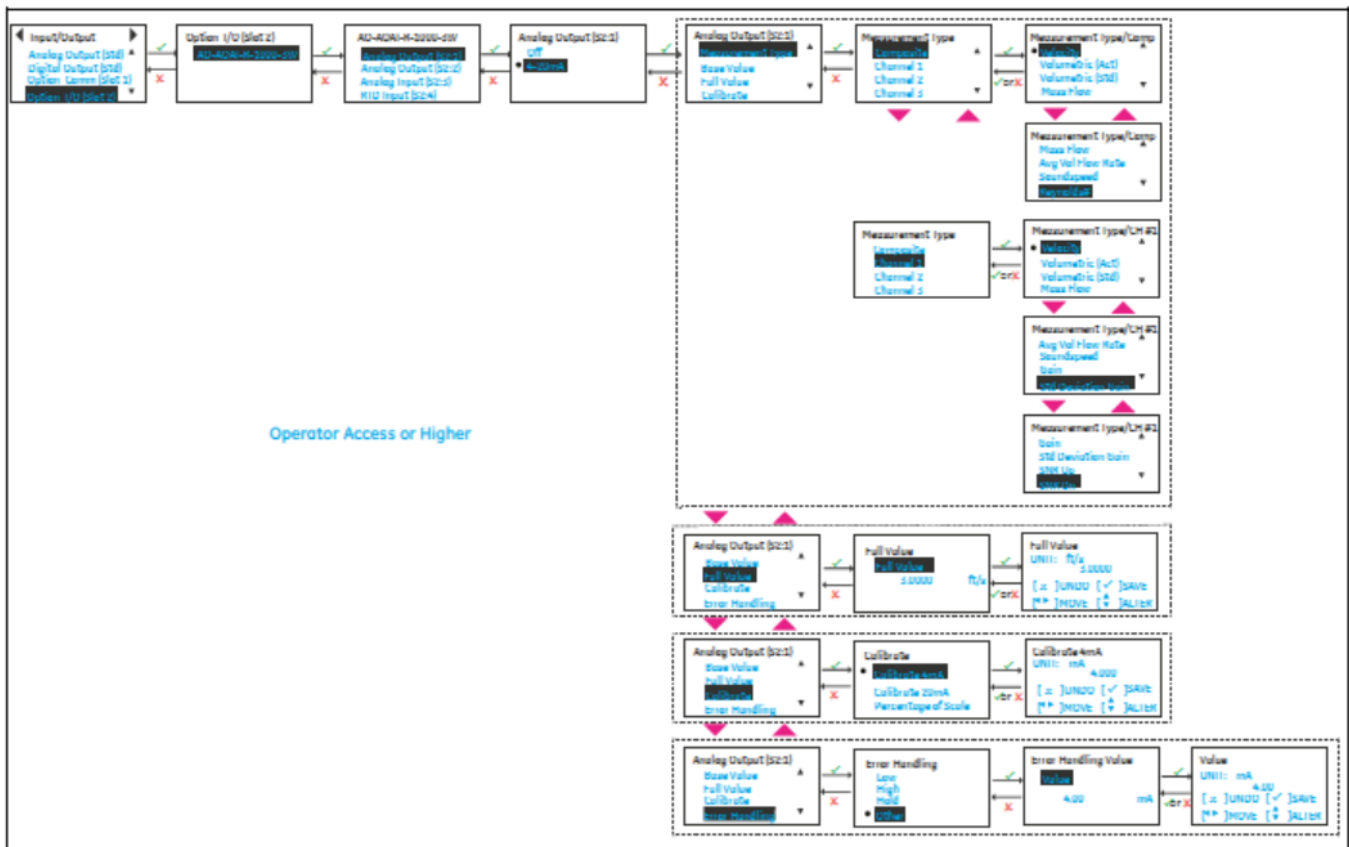

図 63: オプション I/O アナログ出力の設定
4. アナログ出力を接続する場合は、4-20 mA オプションを選択します。下の図 63 に、使用可能なオプションを示します。